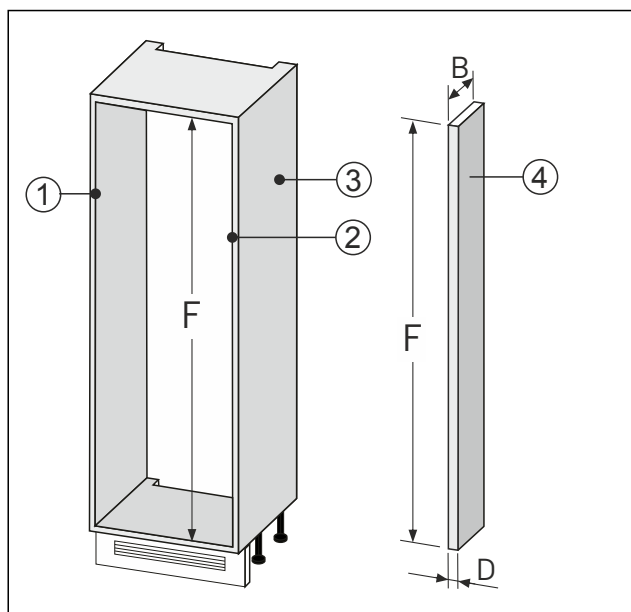

Fig. 92
- Tillverka väggtjämnningen Fig. 92 (4) enligt ovan angivna mått.